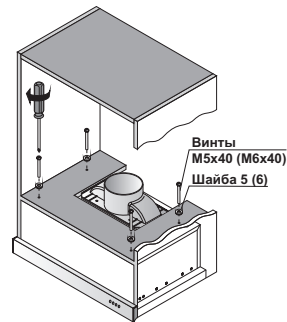

Рис. 3
3. При помощи винтов М6x40 (или М5x40) с шайбами из монтажного комплекта и отвертки прикрепите вытяжку к шкафу. (Рис. 3)